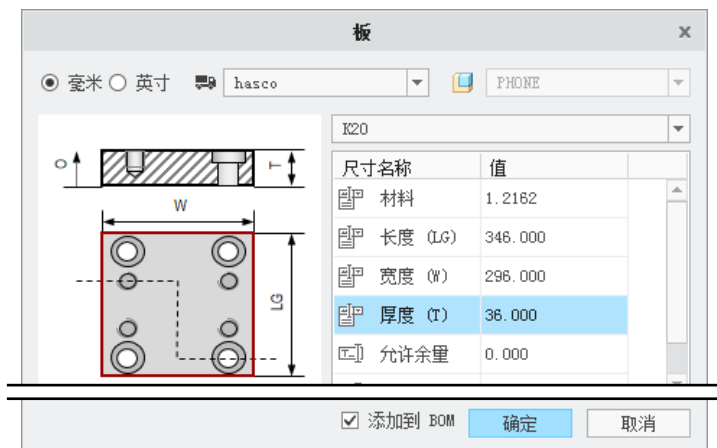

图 31.46 “板”对话框
系统弹出图 31.46 所示的“板”对话框，在对话框中双击 厚度 (T) 后的下拉列表，选择厚度值 36.000，然后单击 按钮。